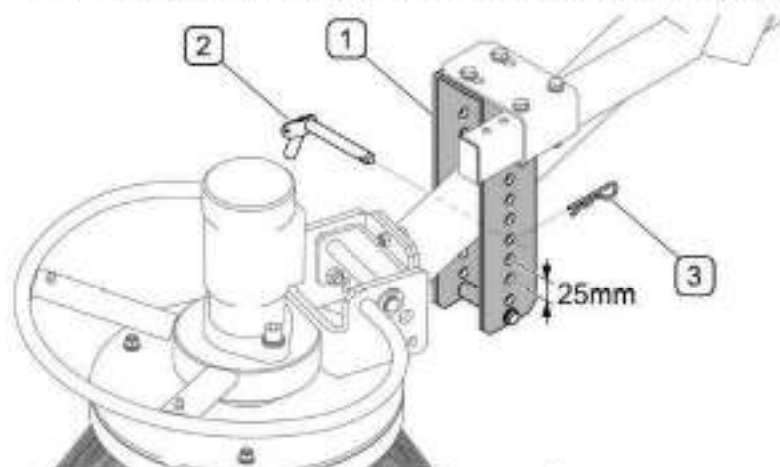

РИСУНОК 5.4А
(1)- направляющая плеча щетки; (2)- шплинт; (3)- страховочная чека
Для того, чтобы отрегулировать нажим щетки (РИСУНОК 5.4А), нужно вынуть чеку (3), поместить шплинт (2) в другое отверстие на кронштейне (1) и заблокировать чекой (3).